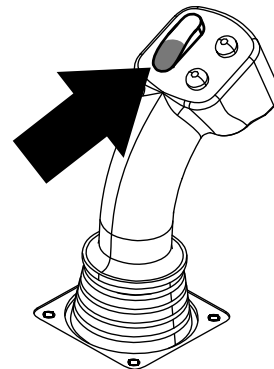
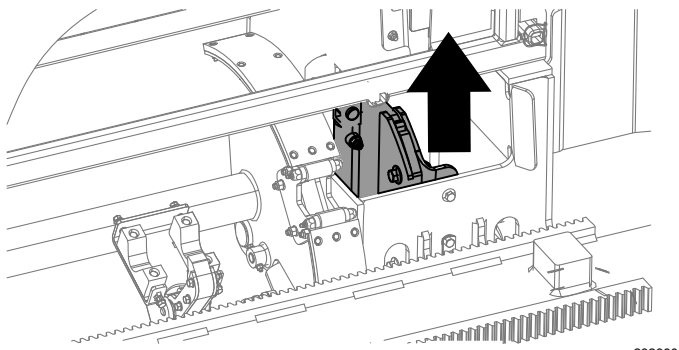

Рисунок 21
Рисунок 22
11. Удерживайте нижнюю часть перекидного переключателя (Рисунок 21) до тех пор, пока подъемник не поместит трубу обратно в ящик для труб и кулачок не вернется в исходное положение (Рисунок 22).